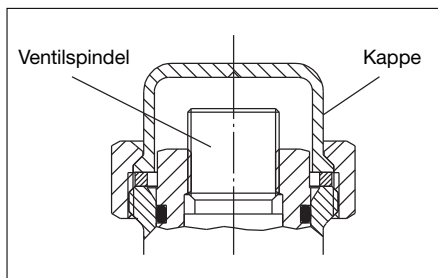

Abb. 7.1: Regulierventil
7.2. Einstellung der Regulierventile (Abb. 7.1)